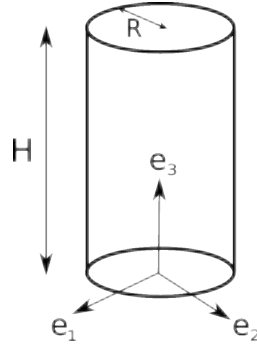

FIGURE 1 – Cylindre
2. Le solide est désormais un cylindre de hauteur H et rayon R , avec $R < H$ (cf. figure 1).